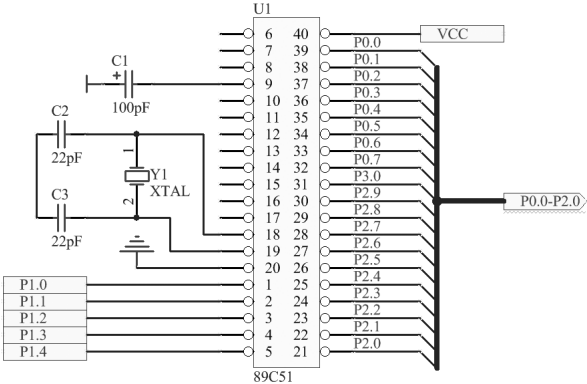

图 15-14 完成连线后的 CPU 子模块电路图
(3) 元件布局。先分别对元件的属性进行设置，再对元件进行布局。单击“布线”工具栏中的  (放置线) 按钮，执行连线操作。完成连线后的 CPU 子模块电路图如图 15-14 所示。单击“原理图标准”工具栏中的  (保存) 按钮，保存 CPU 子原理图文件。